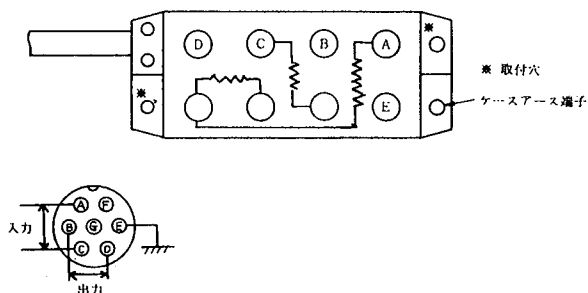

図5-1
(1) 設置方法
- b 固定する場合には図5-1に示す取付穴を利用してビス止めします。
(2) ブリッジボックスの結線 (5370 5373 5379 5380)
- a コネクタの結線は図5-1に示すようにピン番号A, Cがブリッジ電源の供給で、B, Dが動ひずみ測定器への入力となります。Eはコモン端子です。